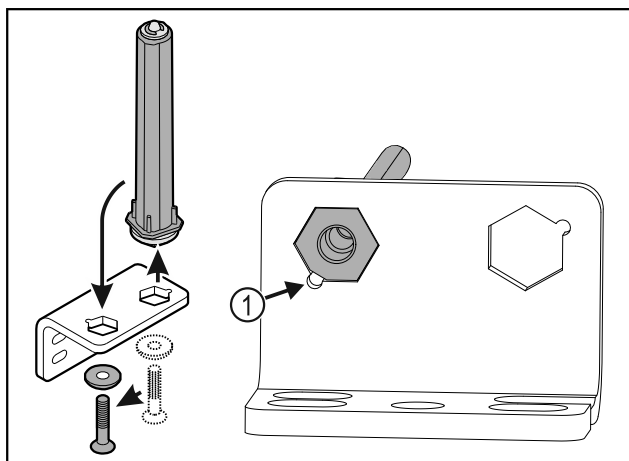

Fig. 40
- ▶ Lors de l'insertion de l'axe, veiller à ce que son chanfrein Fig. 40 (1) soit du côté du trou rond.